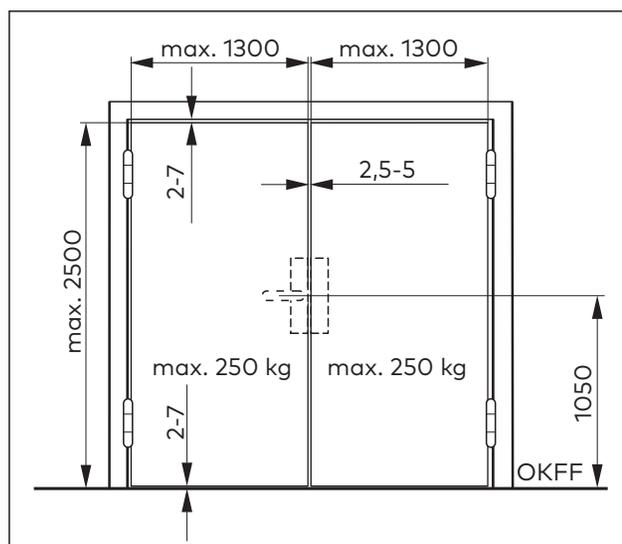

Abb. 18 Voraussetzungen für die Tür
- Die Tür entspricht den Angaben in Abb. 18 und ist maximal 5 mm verformt.